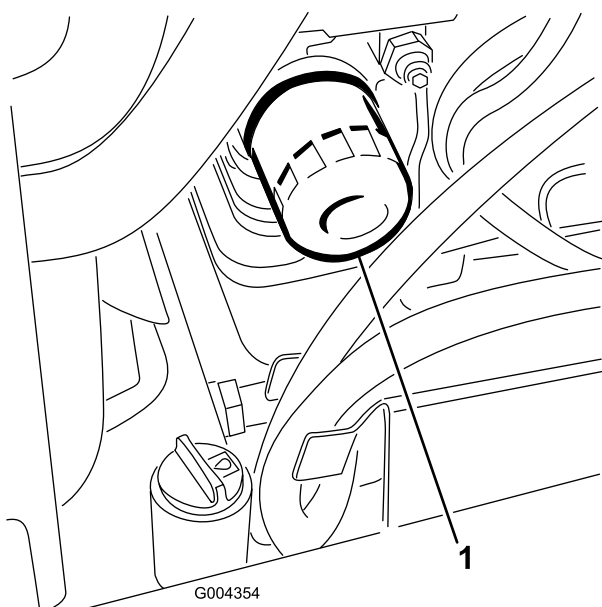

Figure 29
3. Enlevez le filtre à huile usagé (Figure 29) et essuyez la surface du joint de l'adaptateur.